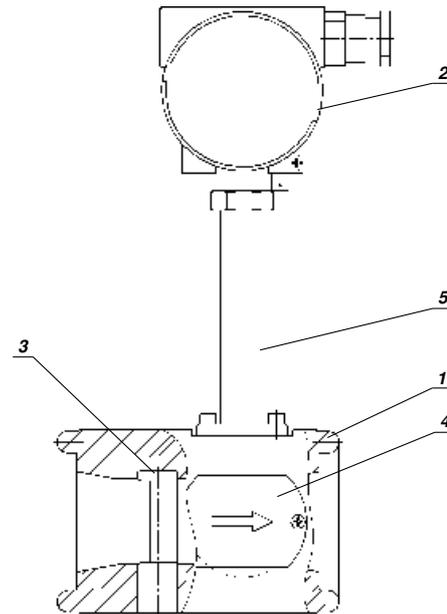

Рисунок 1. Устройство преобразователя расхода
**Полнопроходной преобразователь** (см. рисунок 1) состоит из проточной части (1) и электронного блока (2). Проточная часть представляет собой полый цилиндр, в поперечном сечении которого установлено тело обтекания (3). За телом обтекания расположены чувствительные элементы (4) (сенсор). Электронный блок (2) крепится на цилиндре проточной части с помощью трубчатой стойки с фланцем (5). Электронные платы размещены в электронном блоке. В преобразователе реализован метод измерения расхода, основанный на измерении частоты образования вихрей. В цилиндре проточной части установлено тело обтекания, которое вызывает образование вихрей в набегающем потоке измеряемой среды. Частота срыва вихрей с тела обтекания пропорциональна скорости потока среды, а, следовательно, пропорциональна объемному расходу измеряемой среды.